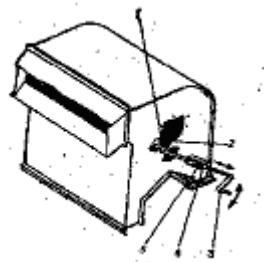

Рис. 18. Регулировка распределения материала по ширине стана:
7.4.2. Регулировку равномерности распределения материала по ширине решетного стана производите с помощью рукоятки 3 (рис. 18) за счет, изменения усилия поджатая клапана-питателя торсионом 1, закрепленным в кронштейне-зажиме 2.